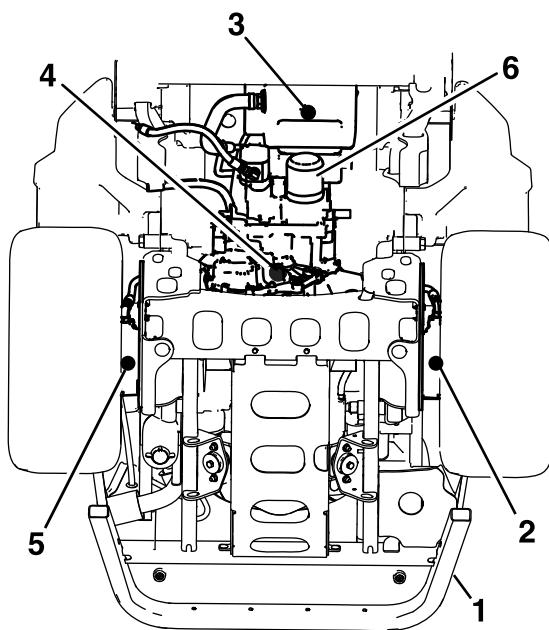

Bild 63
4. Stellen Sie eine große Auffangwanne unter den Hydraulikölbehälter, das Getriebegehäuse und den linken und rechten Radmotor (Bild 63).
5. Entfernen Sie die Ablassschraube aus jedem Bereich und lassen Sie das Hydrauliköl ablaufen (Bild 63).
6. Reinigen Sie den Bereich um den Hydraulikölfilter und nehmen Sie den Filter ab (Bild 63).